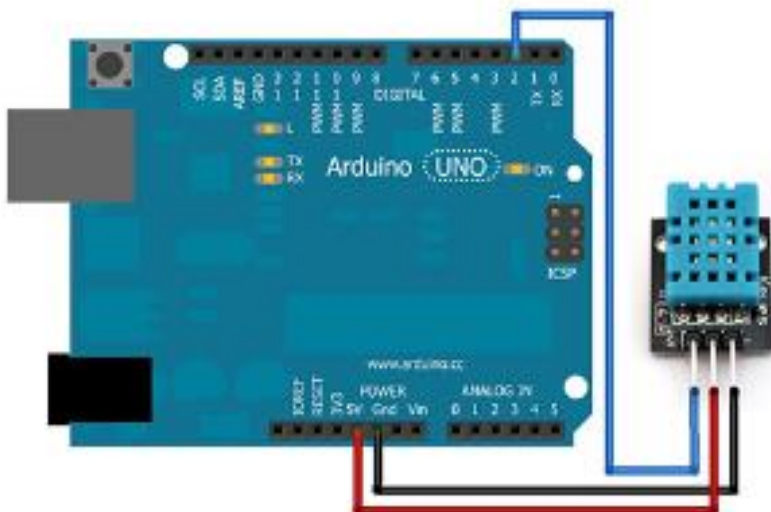

Рис. 21 – Подключение DHT 11
4. Выполнить подключение датчика по схеме на рис.21